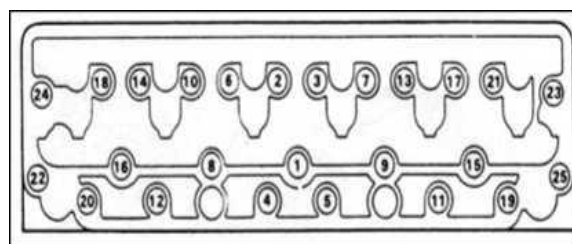

РИС. 66
- 7) Открутите болты головки блока цилиндров в обратной последовательности (т.е. от 25 до 1 рис. 66) и снимите их.